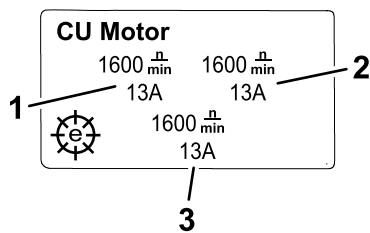

Bild 21
- **Informationsbildschirm für den Motor der Schneideinheit (Bild 21):** Zeigt die Geschwindigkeit und den Strom jedes Spindelmotors an.